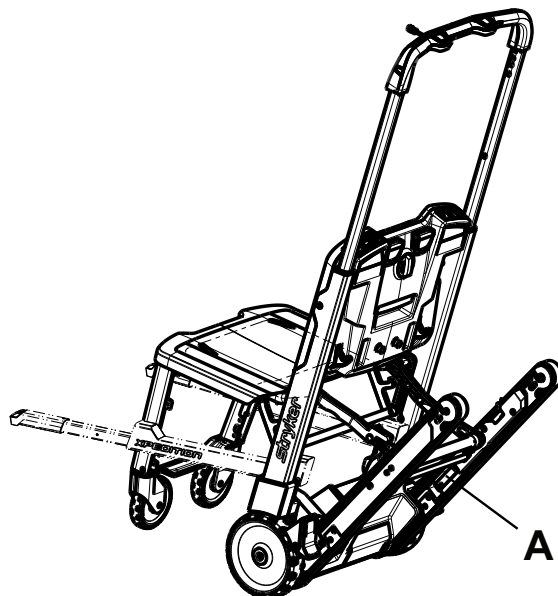

Figure 3 – Emplacement du numéro de série – Xpedition
Voir ci-dessous pour l'emplacement du numéro de série de la chaise (A) (Figure 3).